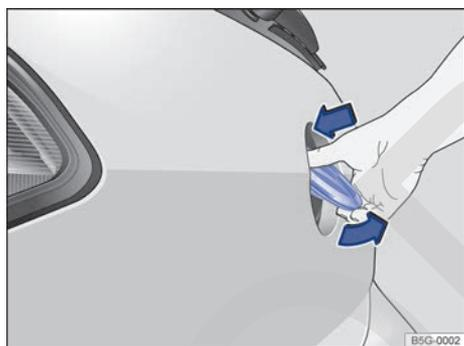

Fig. 69 Apertura del portón del maletero desde el exterior.
- Presione sobre la parte superior del emblema de Volkswagen y levante el portón → fig. 69.